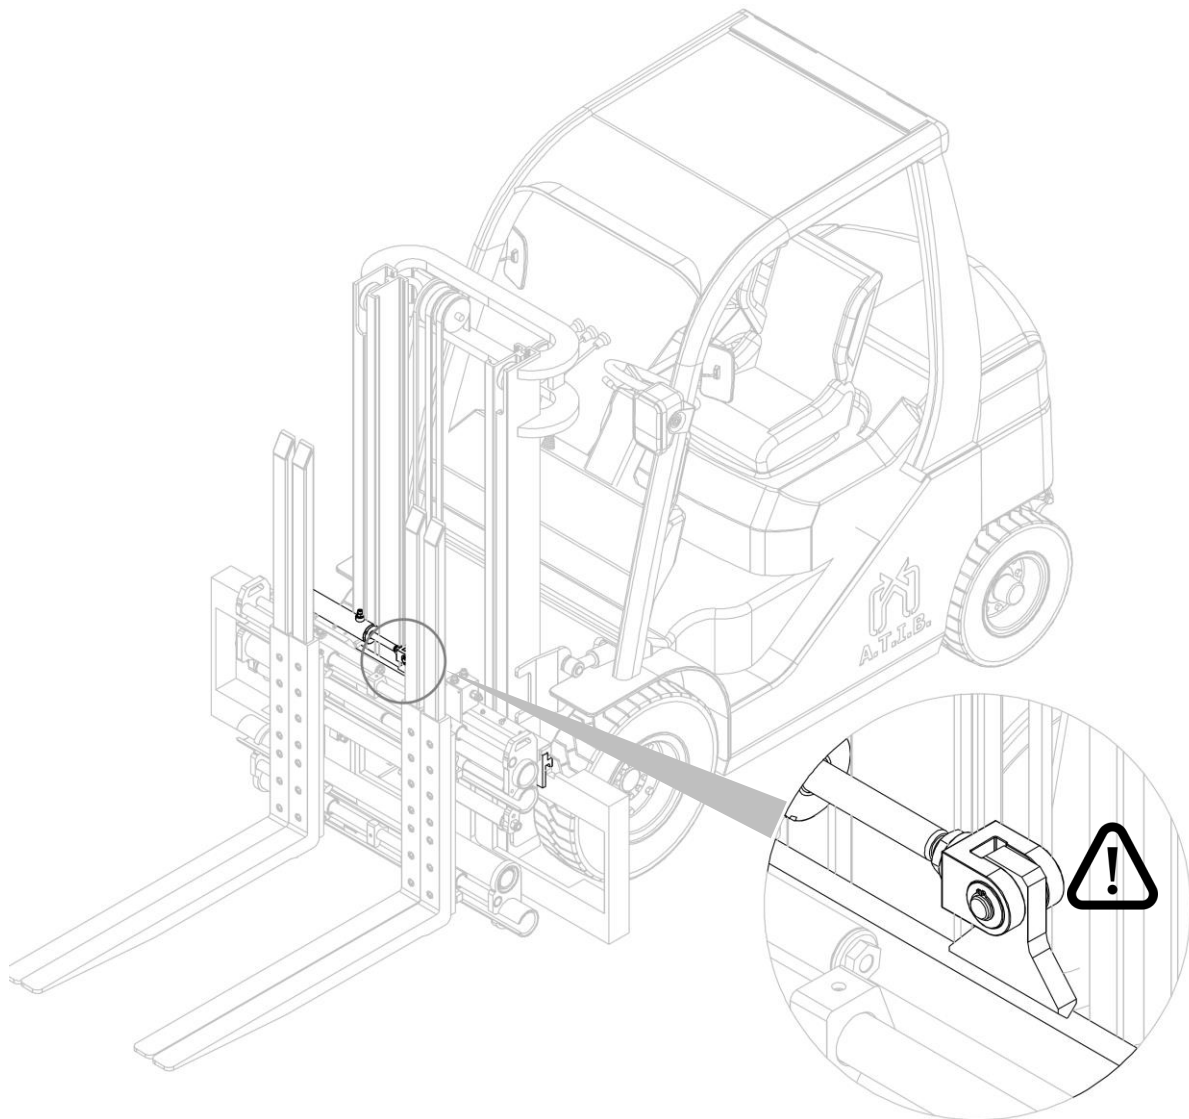

Figure 6
10. Remettre en place le vérin de translation à l'aide des goujons et des circlips spécifiques retirés précédemment (voir *Figure 6*).